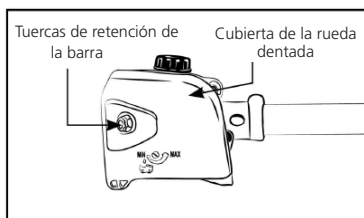

Fig. 3A
1. Retire las tuercas de retención de la barra y atornille. Luego saque la cubierta del piñón. (Fig. 3A)
5. Instale la cubierta de la rueda dentada y apriete las tuercas de retención de la barra y el tornillo (Fig. 3A).